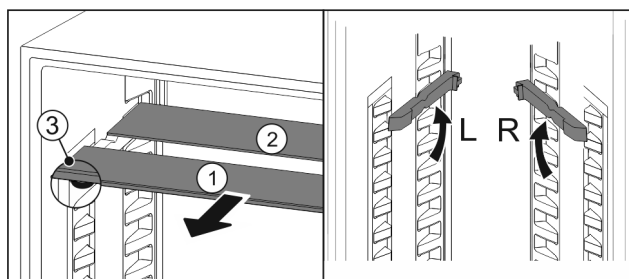

Fig. 45
- Træk glaspladerne ud enkeltvis fremad Fig. 45 (1).
- ▷ Glaspladen Fig. 45 (1) med pyntelisten ligger foran.
- ▷ Stoppene Fig. 45 (3) peger nedad.